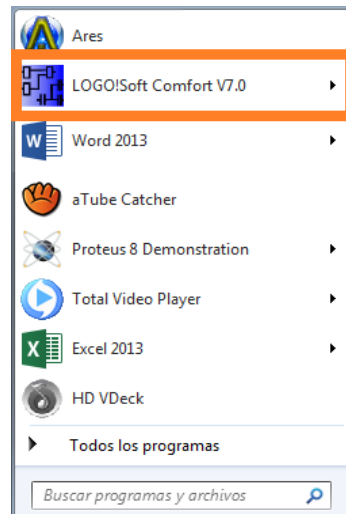

Figura 116: Selección de programa.
1. Seleccionar el programa en el que se va a realizar la configuración Figura 116.